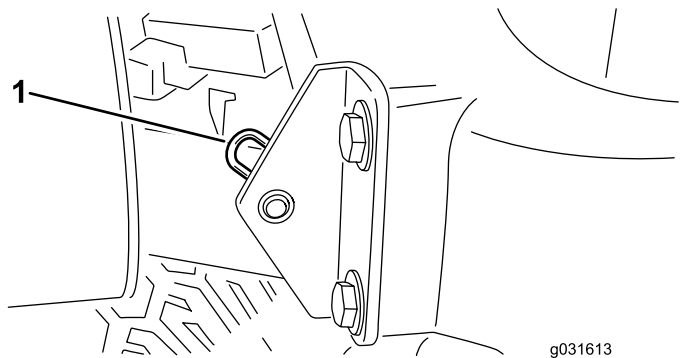

Рисунок 31
2. Снимите игольчатый шплинт крепления оси поворота капота к монтажным кронштейнам (Рисунок 31).